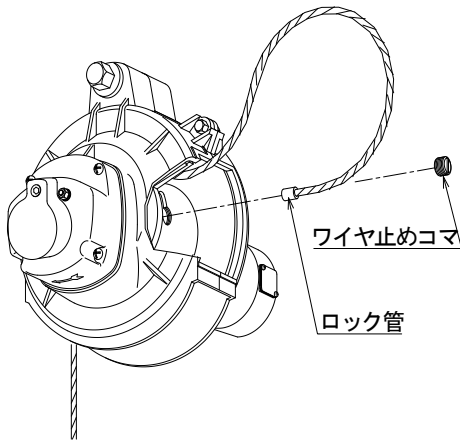

図 2
- 2) マイナスドライバーでワイヤ止めコマを外す。(図 2)